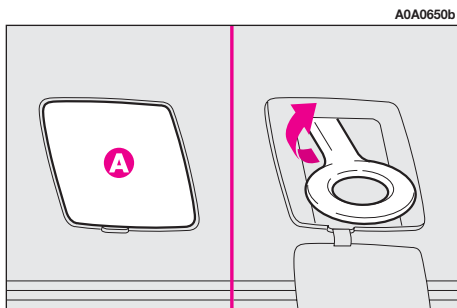
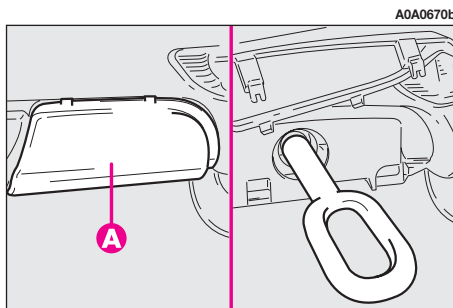

fig. 55 - anteriore
fig. 56 - posteriore
— Rimuovere il coperchietto (A) inserito a pressione sui paraurti anteriore (fig. 55) o posteriore (fig. 56). Per questa operazione, nel caso si utilizzi il cacciavite in dotazione con lama a punta piatta, occorre proteggere la punta stessa con un panno morbido, al fine di evitare l'eventuale danneggiamento della vettura.